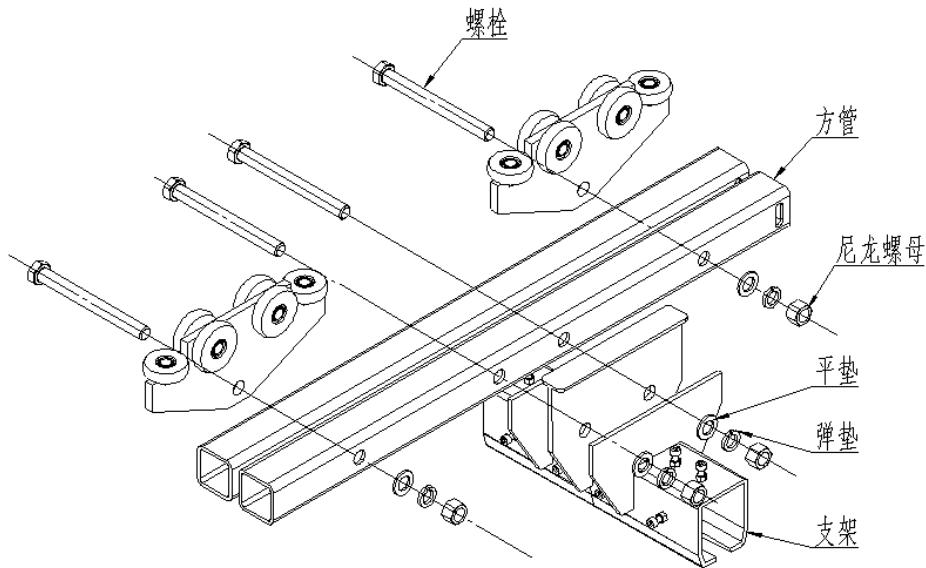

图 5D
5.9 确定加长型型轨小车的方管、支架、承重板以及所需的紧固件齐全(图 5D)。
5.10 将加长型型轨小车的方管安装到支架中，穿入连接螺栓（图 5D）。
5.11 将尼龙螺母置于每个螺栓的端部，紧贴型轨小车的支架拧紧（图 5D）。